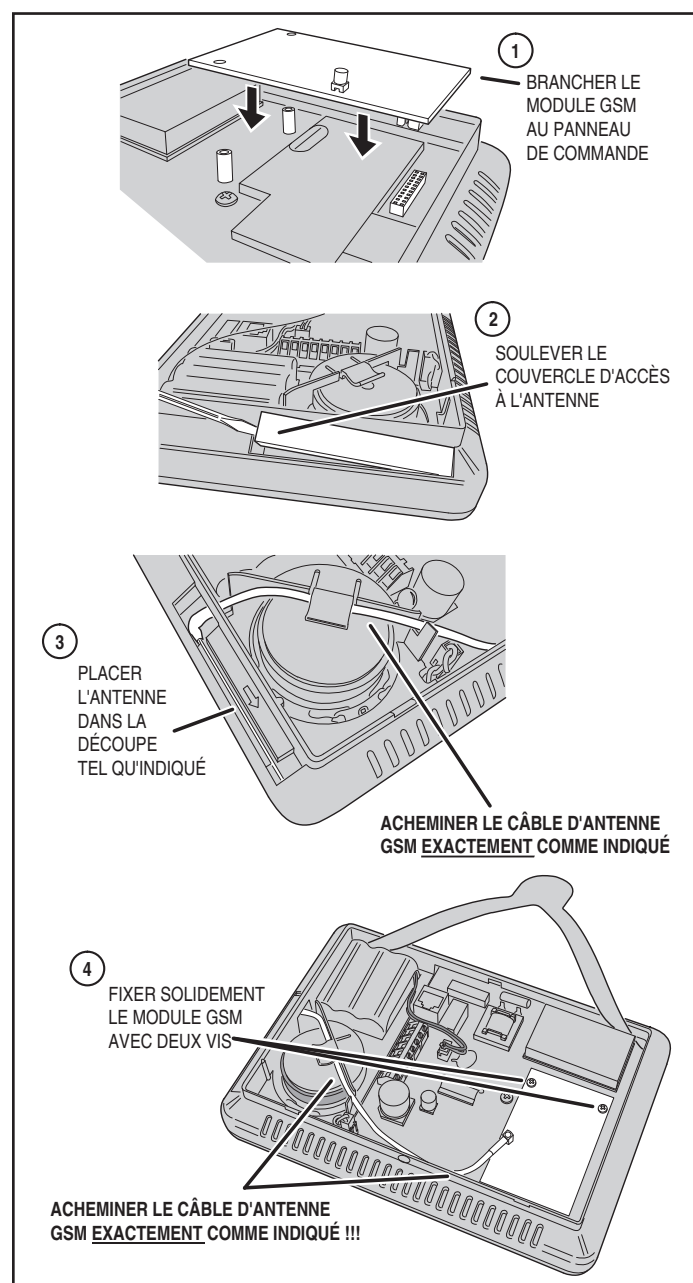

Figure 13. Installation du module GSM en option
- 2A. Si vous utilisez l'antenne interne, modèle 2GIG-ANT1, retirez le couvercle d'accès à l'antenne. Acheminez le fil de l'antenne à travers l'ouverture du boîtier et placez l'antenne plate dans la fente. Acheminez le fil de l'antenne sous le clip derrière le haut-parleur et branchez le connecteur de l'antenne au module GSM. Remplacez le couvercle d'accès à l'antenne. Consultez la figure 13.